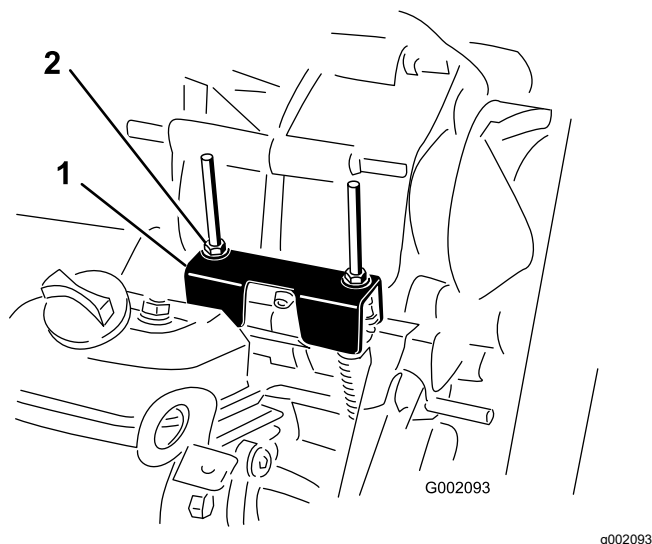

Рисунок 61
Прежде чем выполнять плановое техобслуживание и (или) диагностику двигателя, коробки передач необходимо переключить в положение НЕЙТРАЛЬ (Рисунок 61). У автомобиля есть положение НЕЙТРАЛЬ на рычаге переключения передач, которое включает нейтральное положение в трансмиссии. Выполните следующие действия, чтобы убедиться в правильной работе рычага переключения трансмиссии в нейтральном положении:
(на уровне кронштейна крепления троса, расположенного под кронштейном переключения передач), повернув ведомое сцепление (**Рисунок 61**).
3. Поверните одну из контргайек (**Рисунок 61**), чтобы получить зазор от 0,762 до 1,52 мм между нижней частью гайки/шайбы и кронштейном нейтрالي.